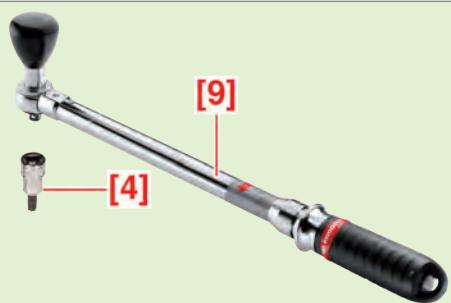

Fig.13
- Assembler la clé dynamométrique [9] et la douille [4] (Fig.13).